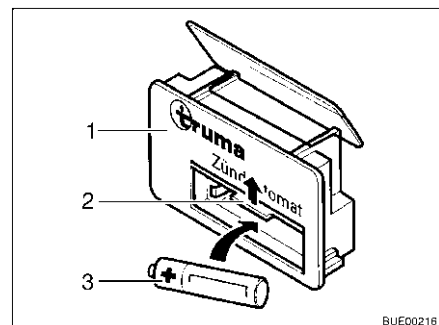

Bild 138 Zündautomat
- Die Abdeckung (Bild 138,2) des Batteriefachs am Zündautomaten (Bild 138,1) nach oben schieben.
- Eine neue Batterie (Bild 138,3) gleichen Typs polrichtig (+/-) in das Batteriefach des Zündautomaten einsetzen. Nur temperaturbeständige (+70 °C) und auslaufsichere Mignon-Batterien verwenden.